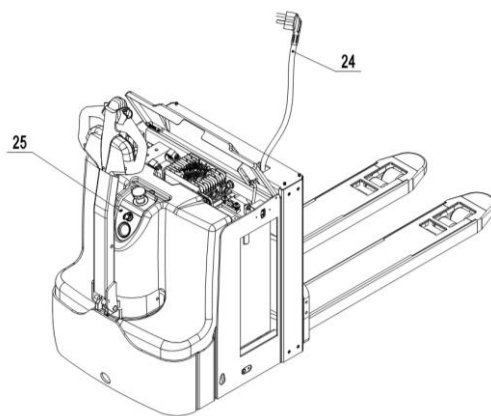

Рис.19: Зарядка аккумулятора
- Вытащите кабель встроенного зарядного устройства (рис. 19, поз. 24) из кармана в отсеке аккумулятора и подключите его к сети питания.
- Процесс зарядки аккумулятора начнется, когда загорится красный светодиод (рис. 19, поз. 25).
- Когда аккумулятор будет полностью заряжен загорится зеленый светодиод (рис. 19, поз. 25).
- По окончании процесса зарядки аккумулятора отсоедините кабель зарядного устройства (рис. 19, поз. 24) от сети и сложите его в специальный карман в отсеке аккумулятора.